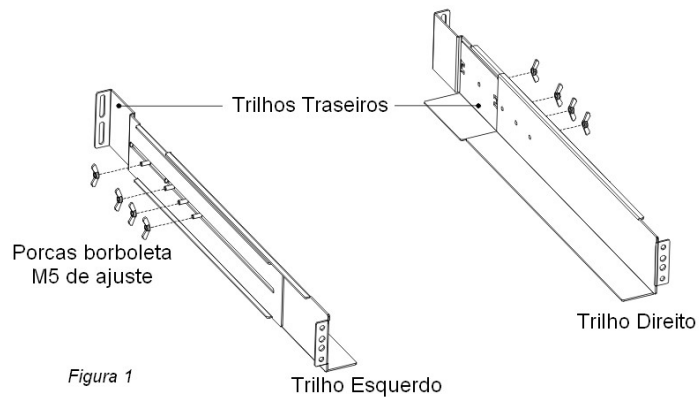

Figura 1
1. Junte os trilhos esquerdo e direito aos trilhos traseiros, (FIGURA 1). Não aperte as porcas borboleta totalmente ainda. Ajuste o tamanho do trilho para a profundidade do seu rack.
3. Aperte as quatro porcas borboleta M5 de cada trilho (veja FIGURA 1).